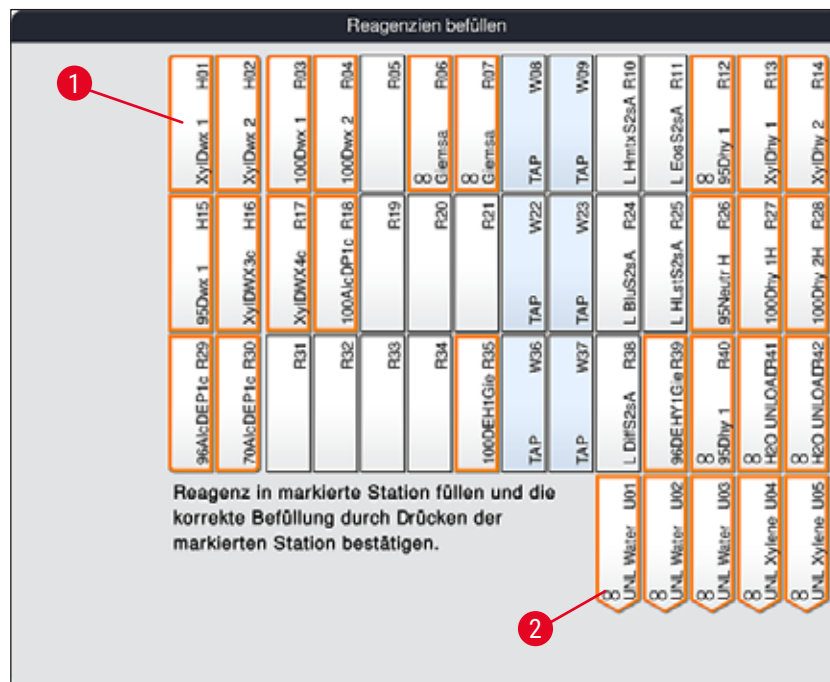

Abb. 56
2. Im neuen Fenster **Reagenzien befüllen** (→ "Abb. 56") sind die zu befüllenden Stationen orange markiert (→ "Abb. 56-1").
Nur benutzerdefinierte und ergänzende Reagenzien der Leica Färbeprogramme werden orange markiert angezeigt (→ "Abb. 56"). Die Reagenzien der Leica Reagenzien Kits werden anschließend eingelesen (→ S. 85 – Einfüllen der Leica Reagenzien Kit Reagenzien).